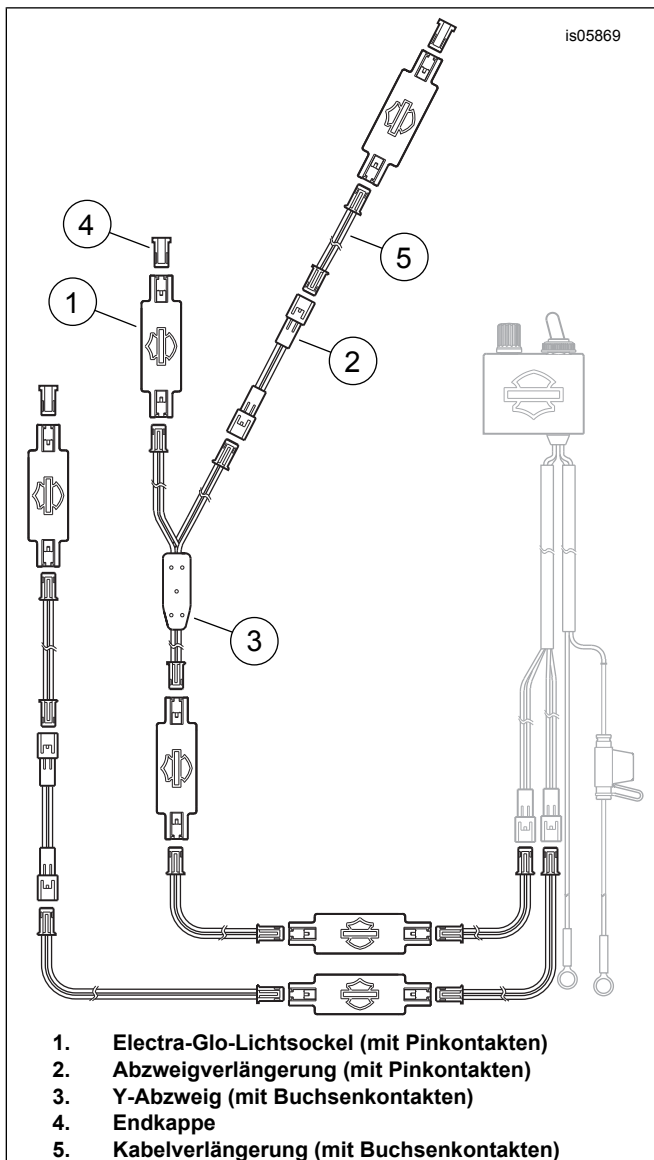

Abbildung 1. Lichtsockelanordnung (Beispiel)
2. Siehe Abbildung 1. Kabelverlängerungen (5), Y-Abzweige (3), Abzweigverlängerungen (2) und Endkappen (4) an den gewünschten Stellen wie gewünscht zu einer Serienschaltung der Lichtsockel (1) kombinieren.